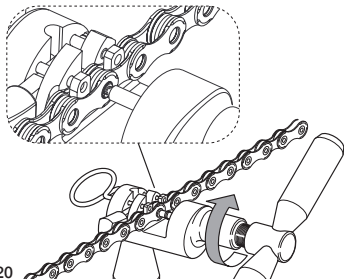

Fig.20
- Vissez l'outil en portant le poinçon en contact avec l'extrémité qui dépasse de la bague ULTRA-LINK 5-CN-SR700, puis appliquez une force modérée sur celle-ci jusqu'à la déformer en faisant environ 3/4 de tour (Fig. 20).